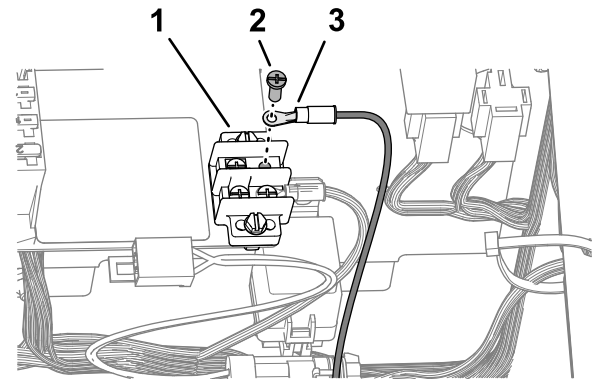

Figura 19
1. Rimuovete una terminazione a vite dalla morsettiera di messa a terra (Figura 19).
2. Installate il capocorda con l'etichetta HORN GROUND del cablaggio preassemblato del kit sulla morsettiera di messa a terra con la terminazione a vite (Figura 19).